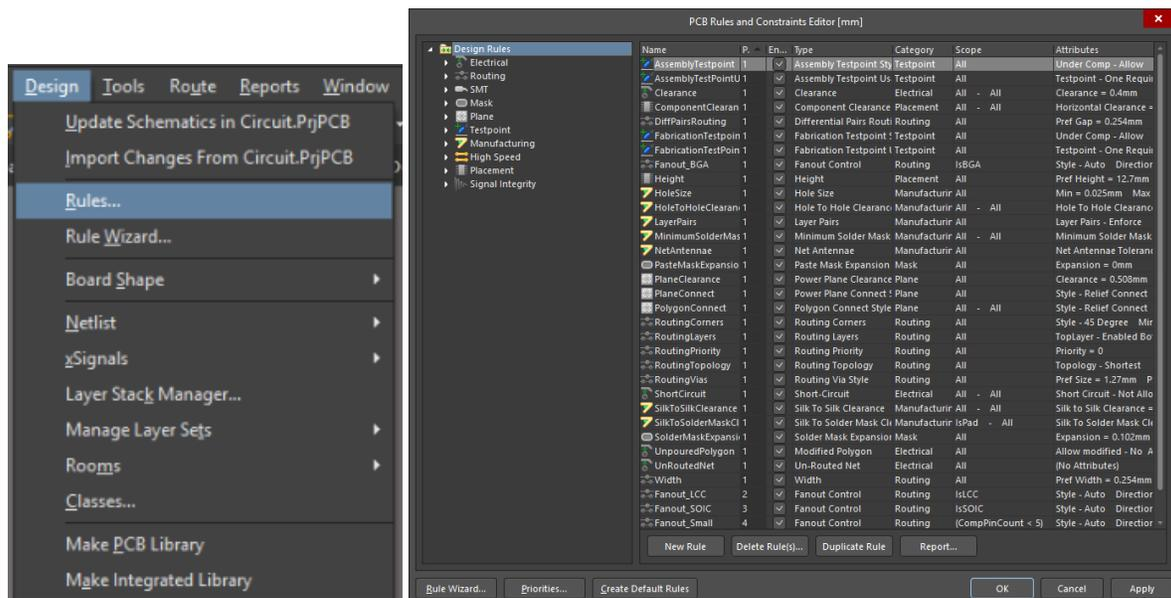

Imagen 40: Desing Rules.
1. Estar en la hoja de PCB de Altium y dar click en “Desing” “Rules...”, ver imagen 40. Esta operación generara una nueva ventana para seleccionar la configuración adecuada.